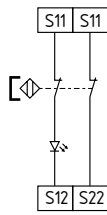

Fig.9
**Comando de dois canais de interruptores magnéticos de segurança conforme EN 60947-5-3 (ver Fig. 9)**